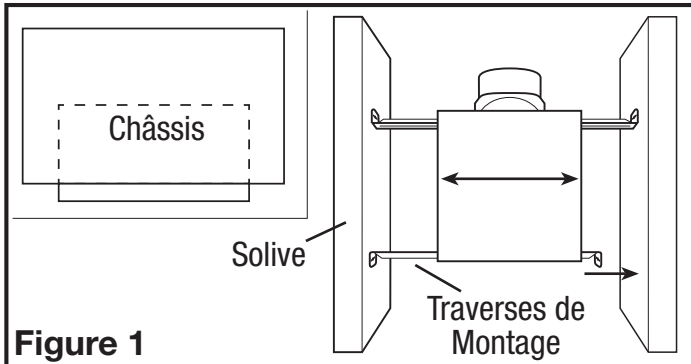
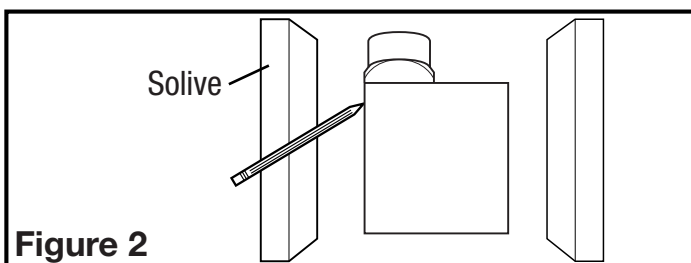

Figure 1
Figure 2
- Installez les rails dans le canal de montage sur le boîtier. Centrez le canal de montage dans les fentes sur le boîtier, puis de l'intérieur du boîtier, serrez les vis montage de sorte que le canal soit bien en place. Placez le boîtier à côté de la solive. Aligner le châssis pour qu'il soit de niveau avec le plafond fini. Fixez les extrémités des rails aux solives avec des vis ou des clous (non inclus) et glissez le boîtier dans la position finale (Figure 1).
- Placer le boîtier en place entre les solives et tracez un contour sur le matériel du plafond (Figure 2). Mettez le boîtier de côté et découpez l'ouverture, en faisant attention de ne pas couper ou endommager les installations électriques ou d'autres utilités masquées. Installez les rails dans le canal de montage sur le boîtier. Centrez le canal de montage dans les fentes sur le boîtier, puis de l'intérieur du boîtier serrez les vis de montage de sorte que le canal soit bien en place. Positionnez le boîtier dans le trou préalablement découpé de sorte qu'il soit aligné avec le plafond fini. Fixez les extrémités des rails aux solives (Figure 1).